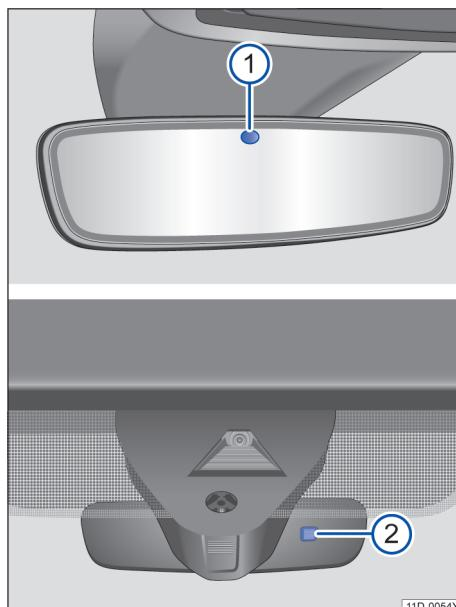

图 95 前窗玻璃上：自动防眩车内后视镜 ▶
在点火开关已打开的情况下，传感器测量来自后方→图95①和来自前方②的光线。